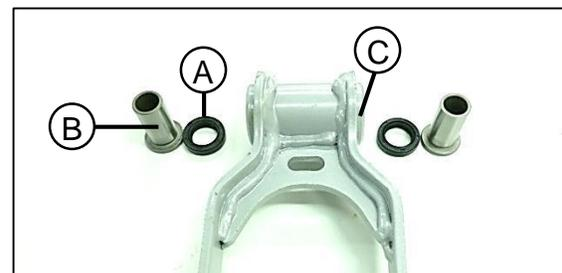

Fig. 04
Remueva e inspeccione todos los elementos que generan desgaste en el trapecio retenedor (A) buje (B) y rodamientos (C) **Fig. 04**